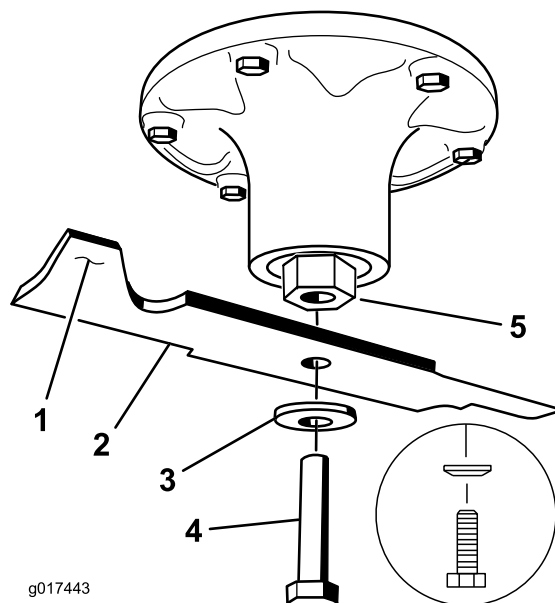

Figura 108
2. Retire del eje el perno de la cuchilla, la arandela curva y la cuchilla (Figura 108).
1. Instale la cuchilla en el eje (Figura 108).
2. Instale la arandela curva y el perno de la cuchilla (Figura 108).
3. Si la cuchilla no está equilibrada, rebaje algo el metal en la parte de la vela solamente con una lima (Figura 108).